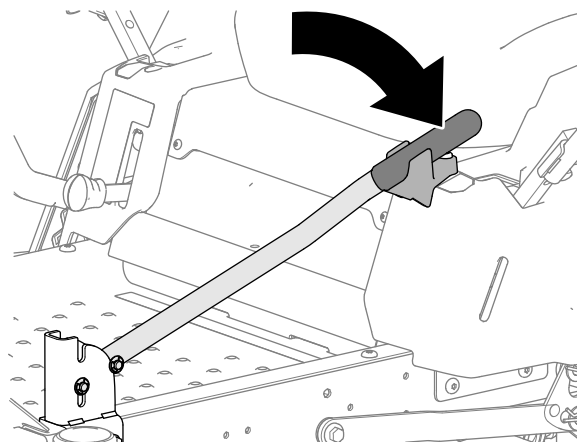

Figure 20
2. Faites pivoter et baissez la poignée de maintien, comme montré à la Figure 20.